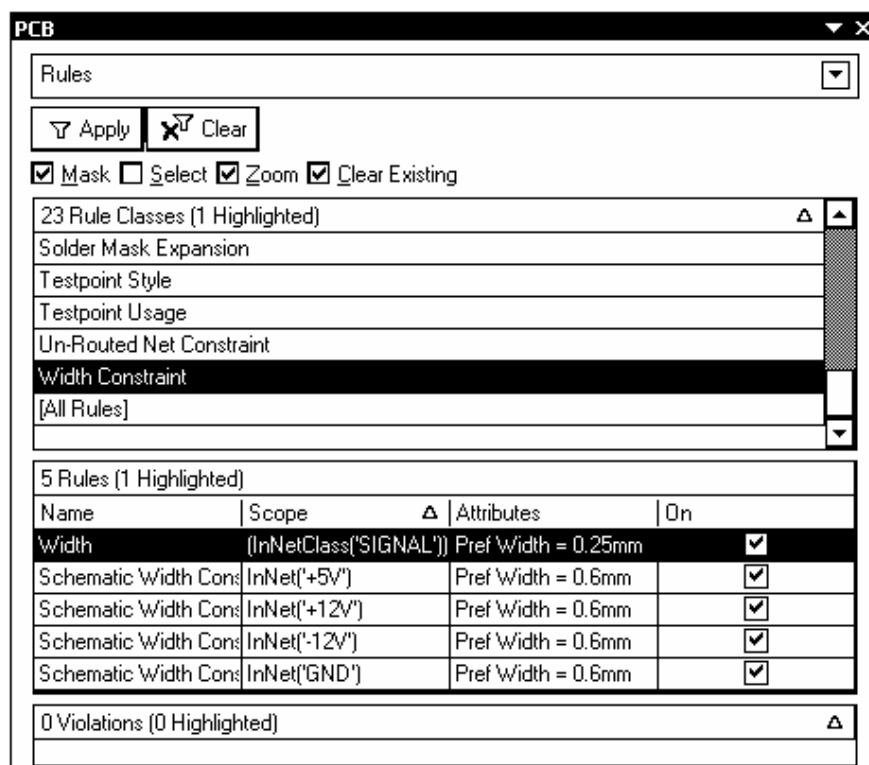

Рис. 6.11
1. Активизировать в среде графического редактора печатной платы, плавающую панель РСВ (рис. 6.11).
2. Настроить панель на исследование правил проектирования. Для этого в верхнем поле окна, рис. 6.11, развернуть выпадающий список и выбрать в нем строку Rules – правила.